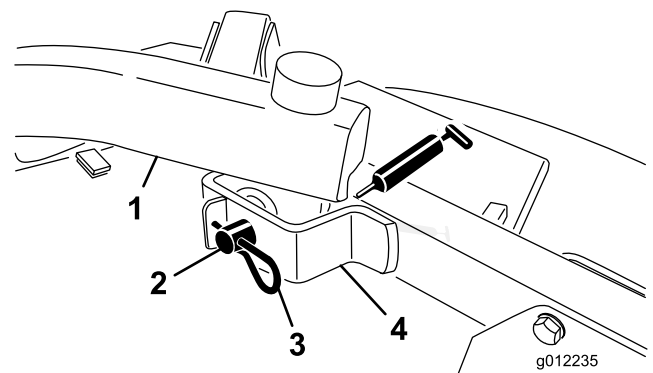

Figura 21
- Articulações do braço de elevação, frente (2) (Figura 21)